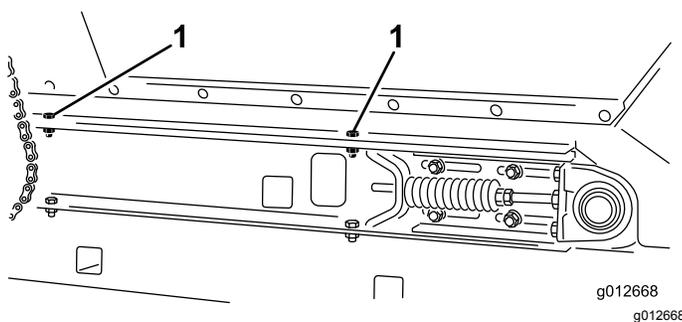

Figure 25
2. De chaque côté de la machine, retirez les 2 vis, les 2 rondelles et les 2 contre-écrous qui fixent la trémie sur les rails du cadre coulissant (Figure 25).